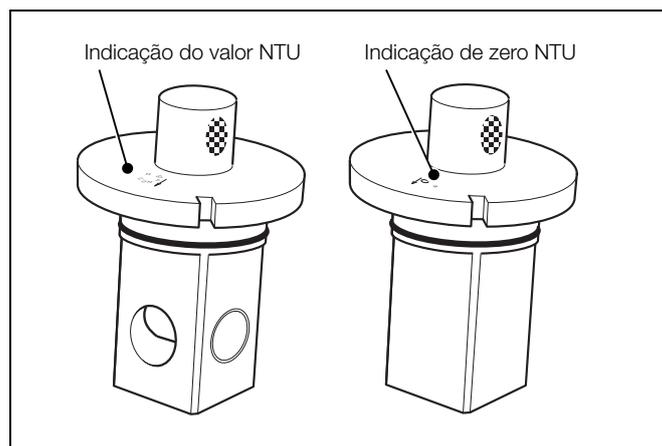
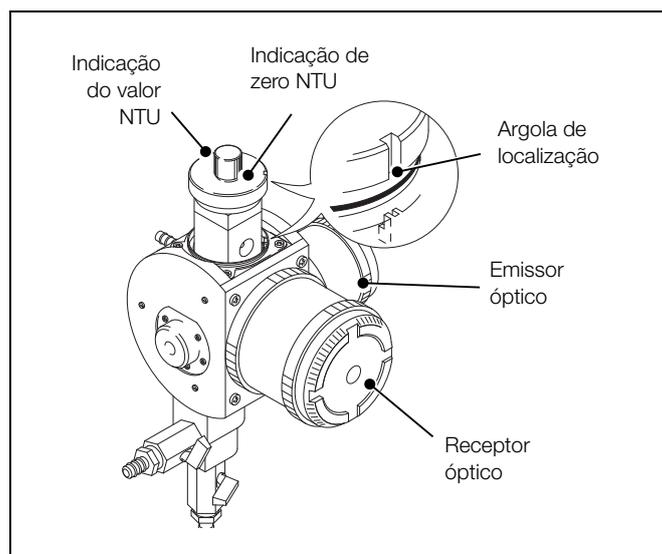

Fig. 7.2 Norma de calibração a seco para sensores de curto alcance
Fig. 7.4 Inserir a norma a seco
6. Insira a norma de calibração a seco com a indicação de zero NTU (consulte a Fig. 7.2 ou 7.3) virada para o recetor ótico, assegurando que a argola de localização encaixa corretamente – consulte a Fig. 7.4.
8. Remova a norma a seco, rode-a até 180° e volte a colocá-la, assegurando que a indicação do valor NTU (consulte as Figs 7.2 ou 7.3) está virado para o recetor e que a argola de localização encaixa corretamente – consulte a Fig. 7.4.